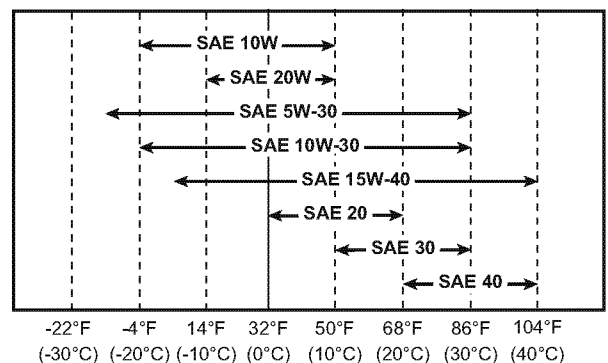

Abbildung 2
- Wählen Sie die Ölviskosität nach den Umgebungstemperaturen vor Ort aus. Siehe SAE-Viskositätstabelle (**Abbildung 2**).
Die passende Motorölviskosität abhängig von der Umgebungstemperatur anhand der SAE-Viskositätstabelle in **Abbildung 2** wählen.